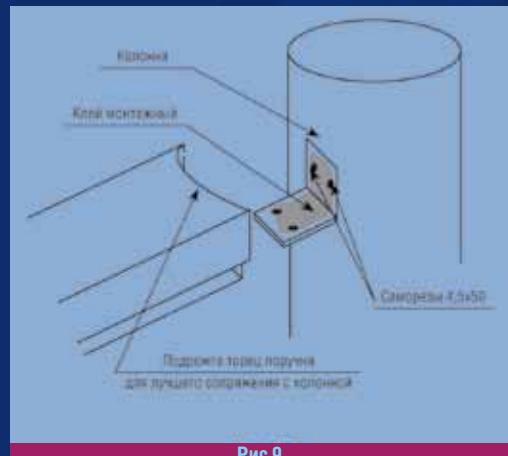
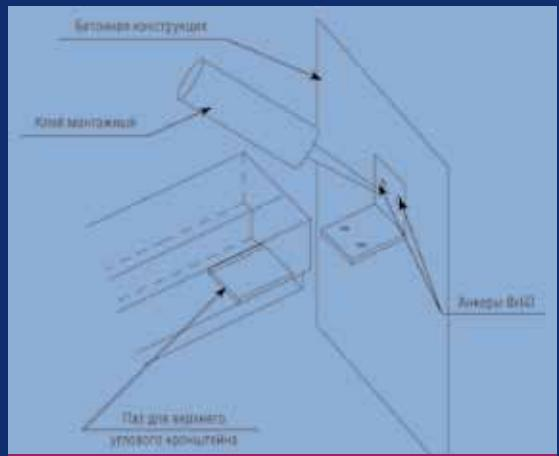

Рис.9
Рис.10
2. На месте отметок выполните пазы равные по глубине и размерам вертикальной полке. (**См. Рис.9**) Прямо напротив стальной трубы, расположенной внутри колонны. Выполните направляющие отверстия d 3мм. Закрепите кронштейны саморезами по металлу 4,5x50 (**См. Рис.10**)